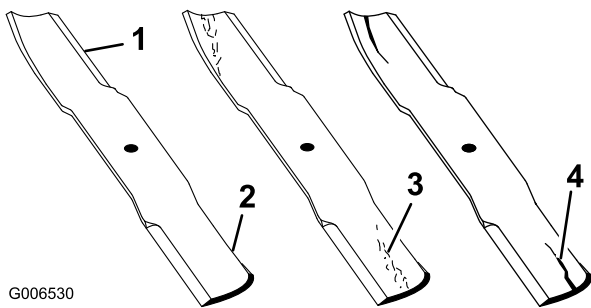

Figure 44
1. Examinez le tranchant des lames (Figure 44).
2. Inspectez les lames, surtout la partie relevée (Figure 44).
**Remarque:** Remplacez immédiatement toute lame endommagée, usée ou qui présente une entaille (repères 3 et 4 de la Figure 44).